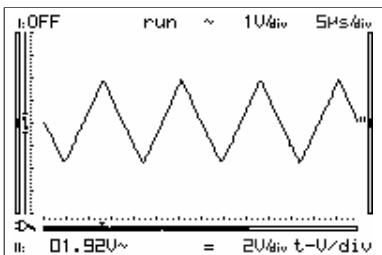

Fig 45
**Autorange off (Fig. 45) :**
**Autobereik uit (Fig. 45) :**
**Autorange inactif ((Fig. 45) :**
**Automatische Bereichseinstellung (Fig. 45) :**